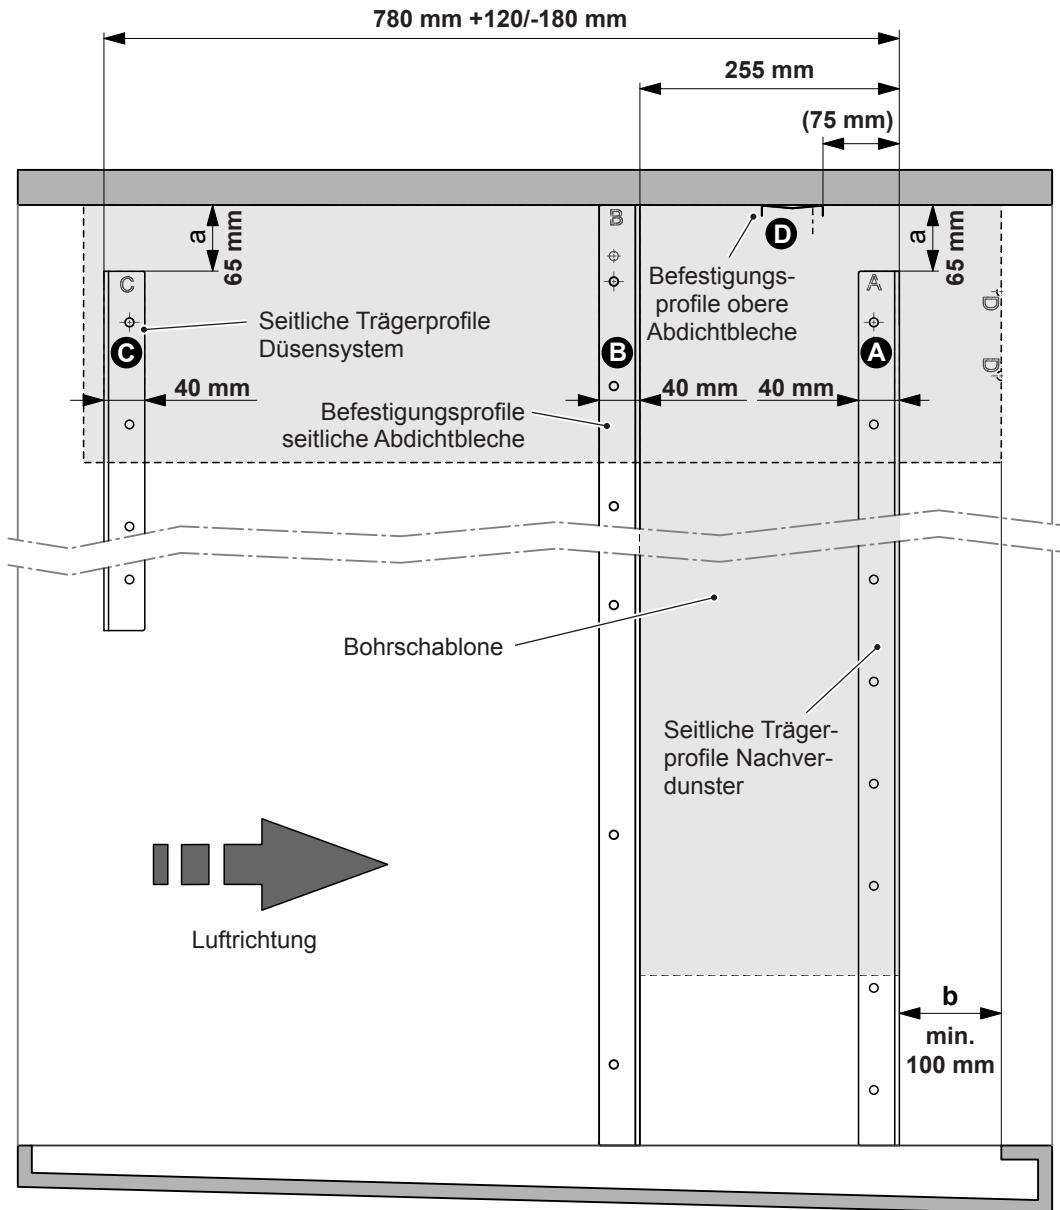
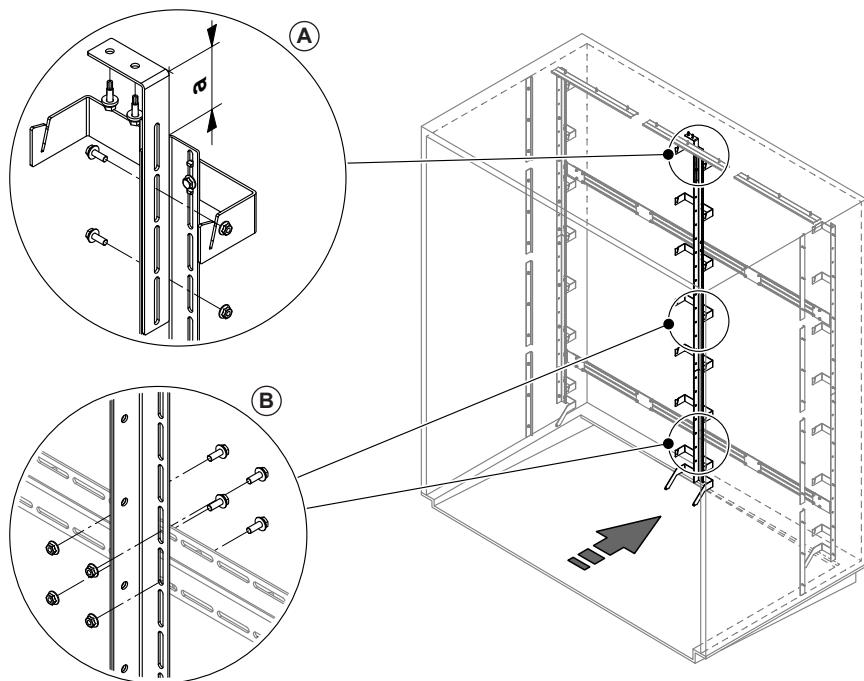

Abb. 5: Positionierung der Befestigungselemente (Seitenansicht)
Abb. 12: Vertikalstütze(n) montieren
- Falls nötig, die beiden Schraubverbindungen mit denen der/die Winkelhalter an der/den Vertikalstütze(n) befestigt sind, lösen und Winkelhalter so verschieben, dass der Abstand zwischen dem Schenkel des Winkelhalters und der oberen Kante der Vertikalstütze den gleichen Abstand "a" hat wie die Oberkante der beiden Trägerprofile zur Kanaldecke (siehe Abb. 5 und Detail A in Abb. 12). Anschliessend die beiden Schraubverbindungen wieder anziehen.
- Horizontale Position(en) der Vertikalstütze(n) auf den Querträgern anzeichnen (bei 1 Stütze mittig, bei mehreren Vertikalstützen gleichmäßig auf die Breite verteilt). Anschliessend Vertikalstütze(n) mit dem Winkelhalter oben von vorne (in Strömungsrichtung gesehen) an den Querträgern anschlagen, bis zum Anschlag nach oben schieben und mit je vier Schrauben M6 x 16 mm und Muttern an den Querträgern befestigen (siehe Detail B in Abb. 12). Schrauben nur leicht festziehen.
- Den Winkelhalter der Vertikalstütze(n) mit zwei Bohrschrauben 6.3 x 25 mm an der Kanaldecke befestigen (siehe Detail A in Abb. 12).